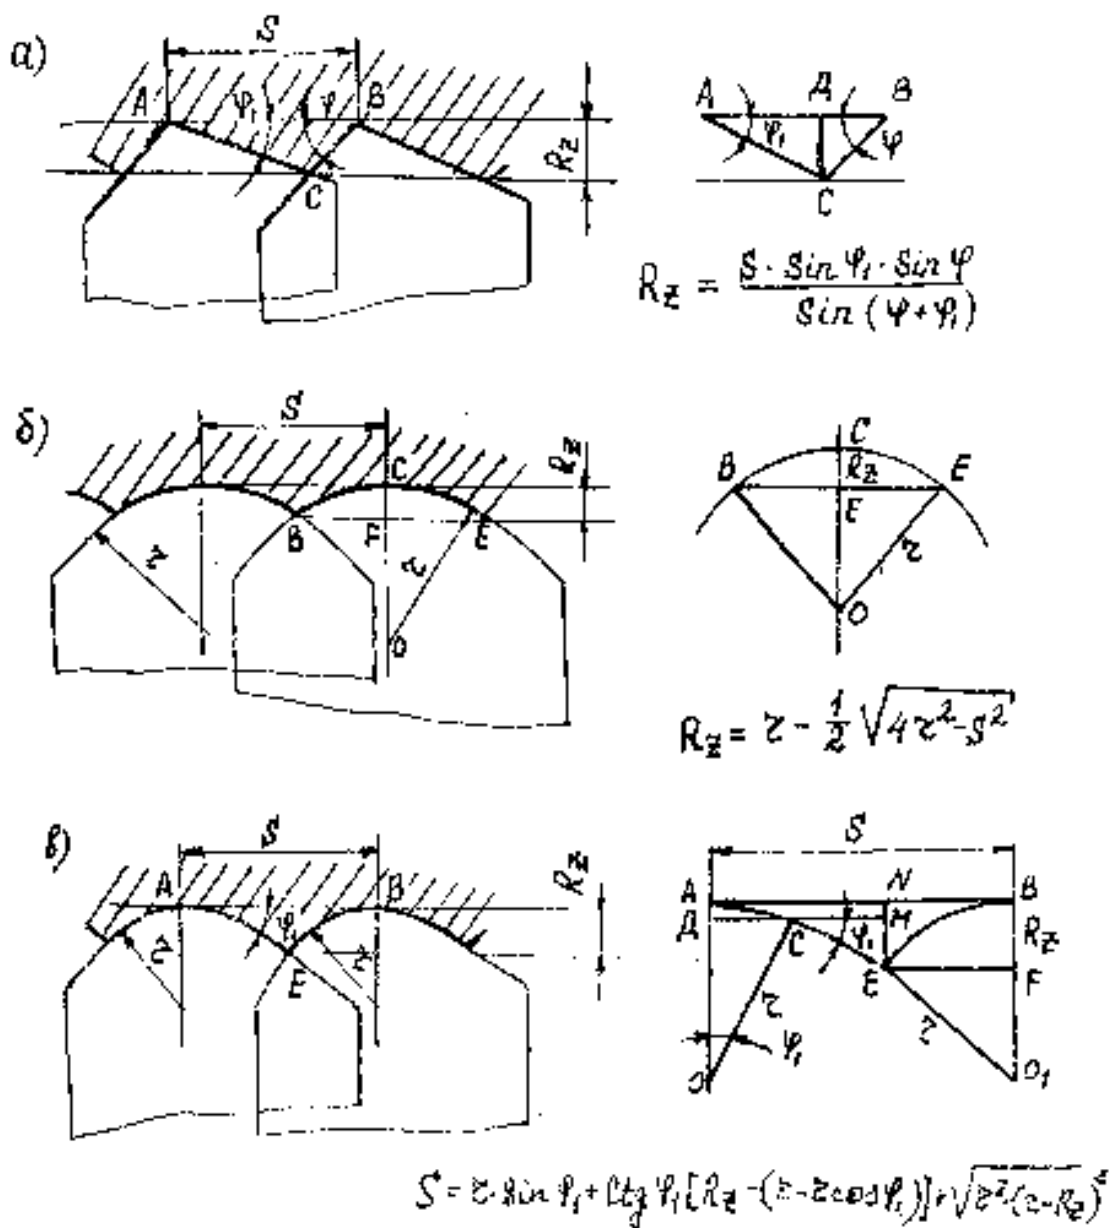
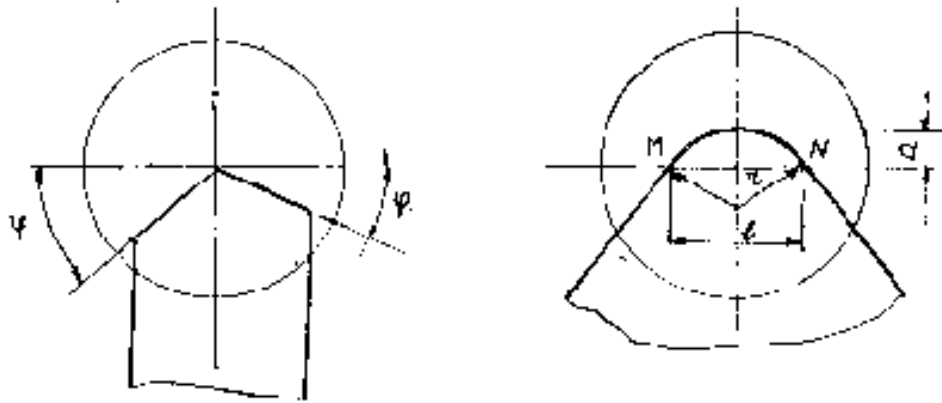

Рисунок 14.1. Профили шероховатости и формулы для расчета Rz при разных формах вершины резца
Рисунок 14.2. Схемы определения углов φ и φ_1 и радиуса r вершины резца
На рис.5.1 показаны профили шероховатости для разных форм вершины резца и соответствующие им формулы для расчета Rz . В практике точения, особенно для чистовых операций, наиболее распространенным вариантом является схема, изображенная на рис.14.1,б.
1. Измерить главный φ и вспомогательный φ_1 углы резца в плане и радиус r вершины резца на инструментальном микроскопе (рис.14.2).
7. Для каждого опыта (обточенного пояска) произвести расчет параметра Rz шероховатости поверхности по формулам, приведенным на рис.14.1. Результаты расчета наносятся в табл.14.1. Если значения подач меньше хорды
радиусной части резца (рис.14.2), то расчет выполняется по формуле, приведенной на рис.14.1,б, если подача больше длины хорды, то следует пользоваться формулой, приведенной на рис.5,1, в (или на рис.14.1,а, если высота сегмента несоизмеримо мала по сравнению с измеренным значением Rz).